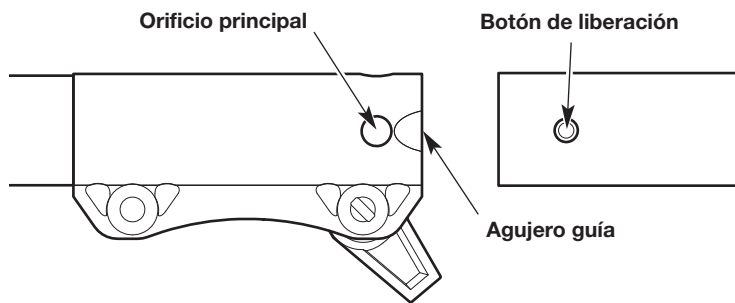

Fig. 5
4. Alinee el botón de liberación con el embutimiento de la guía (Fig. 5).
5. Presione el accesorio directamente dentro del acoplador (Fig. 4) hasta que el botón de liberación encaje a presión firmemente del orificio principal (Fig. 5).
3. Oprima y mantenga apretado el botón de liberación (Fig. 5).